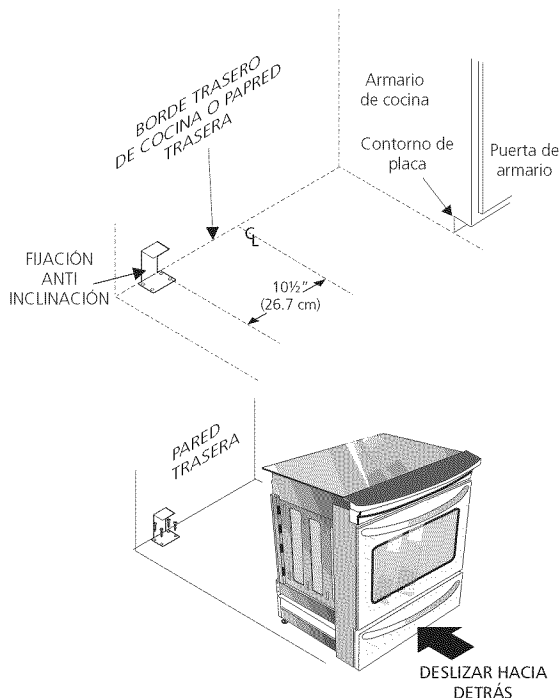

Figura 11
2. Desplegar el molde de papel y colocarlo alisado sobre el piso con el vértice posterior derecho posicionado exactamente en la intersección de las líneas central y posterior dibujadas anteriormente. (Si no se dispone de un molde, usar el diagrama incluido a continuación para ubicar las ménsulas (Figura 11)).